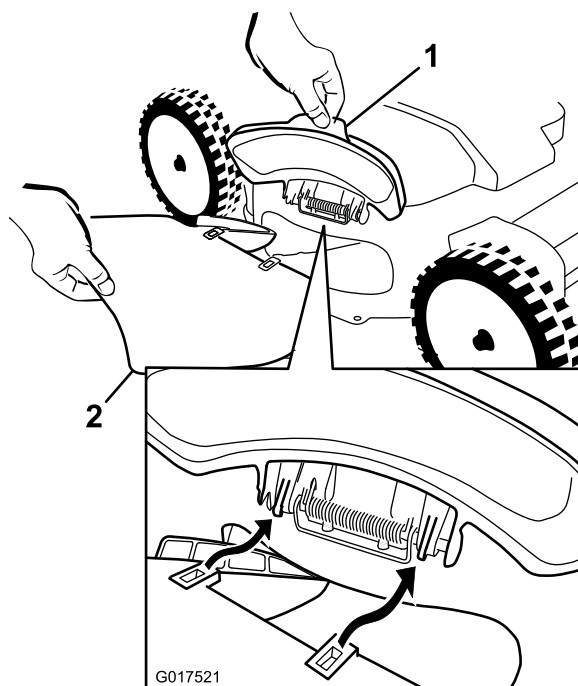
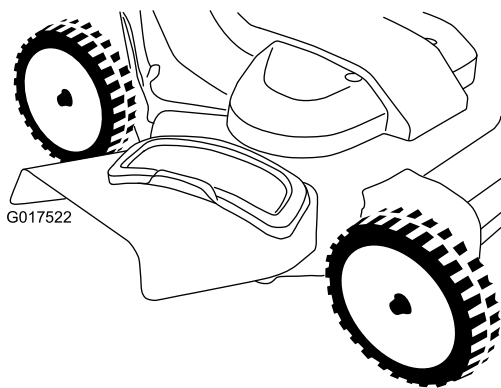

Figura 28
Figura 29
1. Levante la tapa de descarga lateral (Figura 28).
2. Instale el conducto de descarga lateral según se muestra en Figura 28 y Figura 29, y cierre la puerta sobre el conducto.